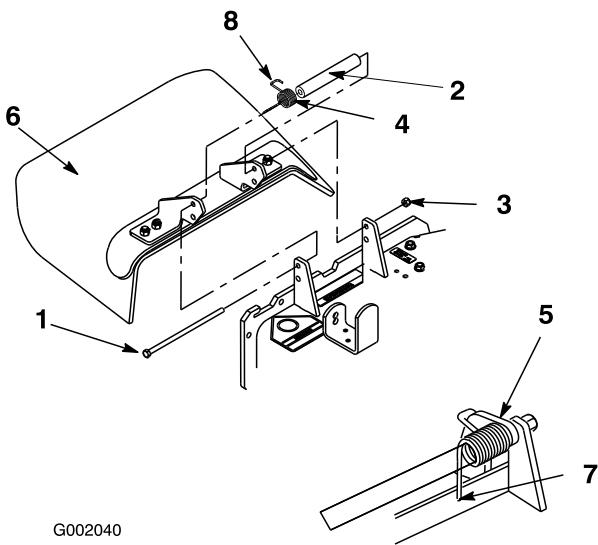

Figura 69
1. Togliete il dado di bloccaggio, il bullone, la molla e il distanziale che fissano il deflettore alle staffe orientabili del tosaerba (Figura 69). Togliete il deflettore dell'erba tagliata se è danneggiato o consumato.
Nota: Verificate che l'estremità a L della molla si trovi dietro il bordo del piatto di taglio prima di montare il bullone, come illustrato nella Figura 69.
3. Montate il bullone e il dado. Infilate l'estremità a gancio **J** della molla attorno al deflettore dello sfalcio (Figura 69).